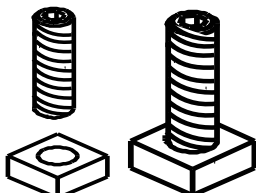

Figure 23.1
1. Vissez les boulons Allen dans les écrous jusqu'à ce qu'ils soient à ras (**Figure 23.1**). Les boulons Allen et les écrous sont inclus dans le kit de pièces placé dans la boîte à feu du poêle.